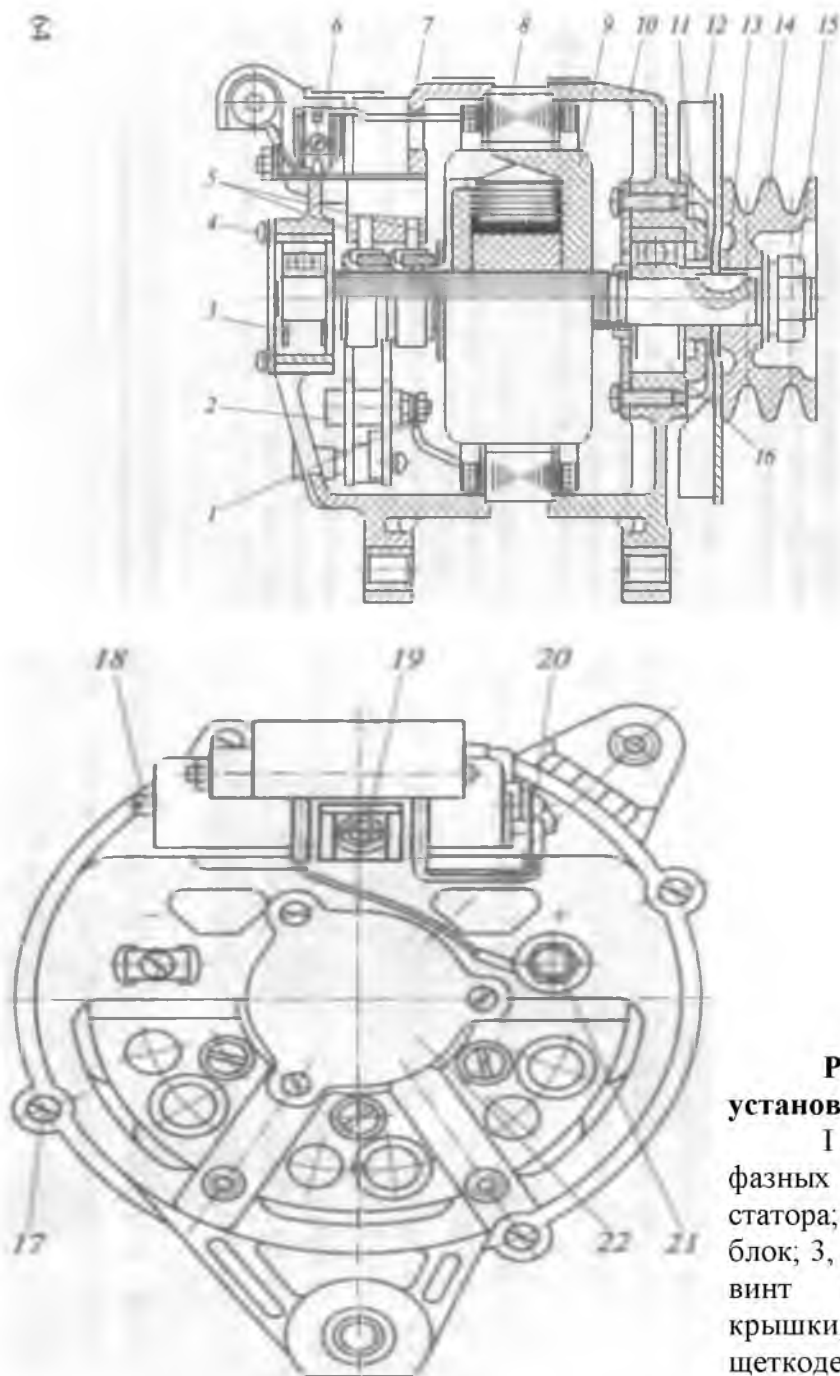

Рис. 1.23. Генераторная установка Г237-В:
5. Изучить устройство генераторной установки Г237-В, используя наряду с учебными пособиями данные рис. 1.23.